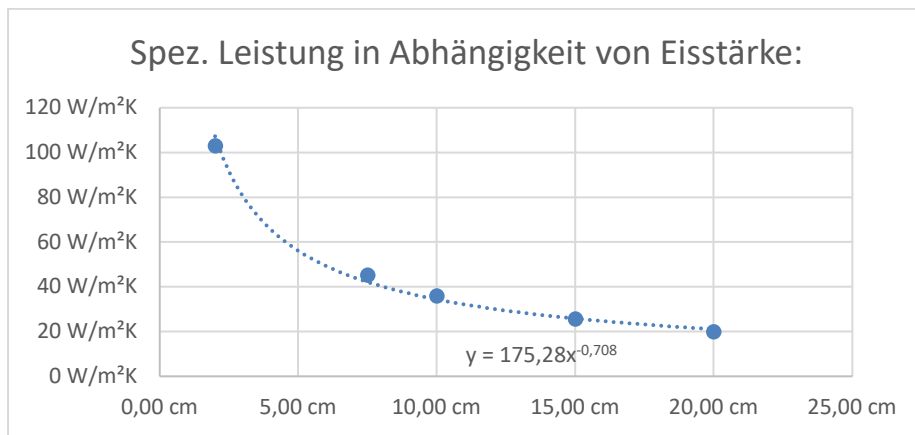

Abbildung 1: Spez. Leistung Eisspeicherwärmetauscher
- **Eisspeicher mit bestimmtem Bedarf:** Die Auslegung der Wärmetauscher Fläche erfolgt immer nach der zu übertragenden Leistung und der erforderlichen Wärmemenge, siehe Abbildung 1: Spez. Leistung. Die Eisstärke auf jeder Seite des Wärmetauschers beträgt zwischen 25 – 200mm. Hierbei ist der maximale Volumenstrom der Absorber einzuhalten.